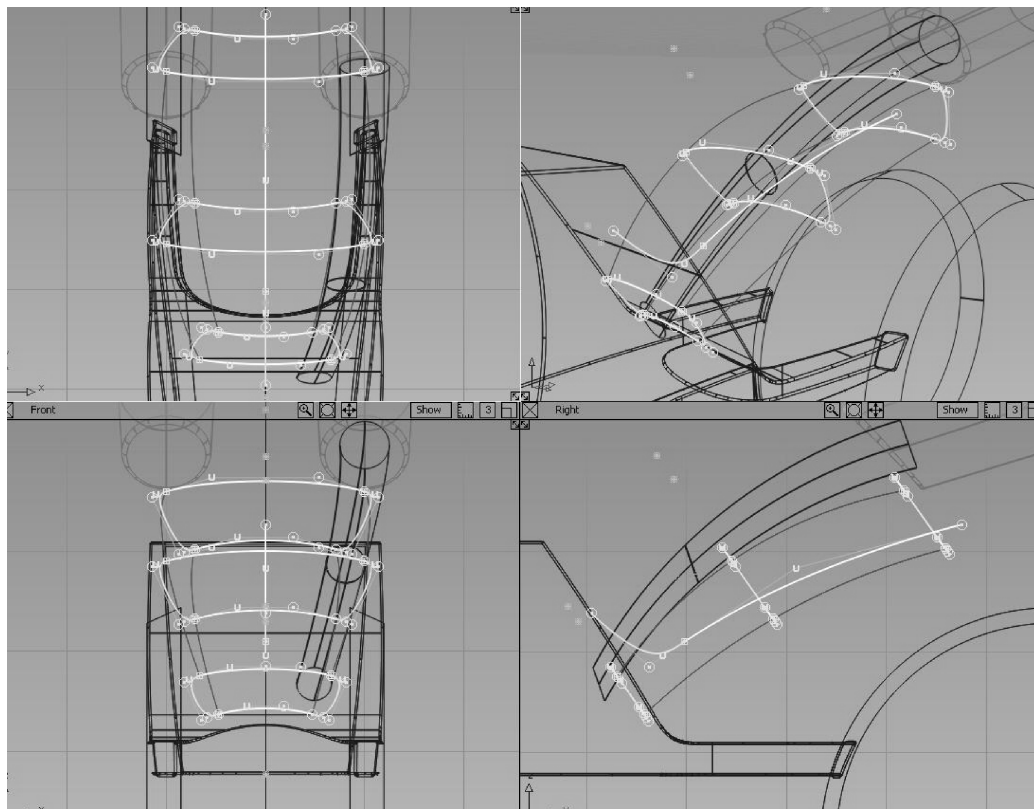

图 10-53 生成沙盖分段的曲线及投影曲线
- 04 选择【New Curve】工具，生成如图 10-53 所示沙盖分段的曲线及投影曲线，然后选择【Skin Surface】工具生成曲面。